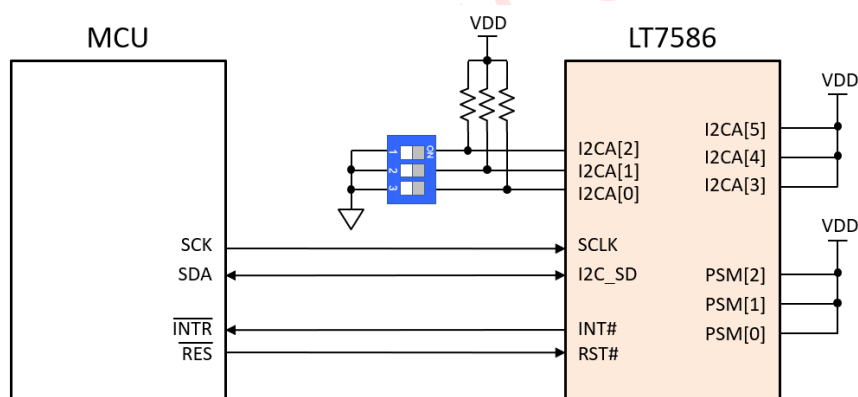

图 5-14：MCU I2C 串联接口电路图（支持连读模式）
- 连读模式下（引脚 PSM=111b，如图 5-14），以 NACK 结束读取状态。即如果 I2C STSR/DATR 送出的 Data 收到 ACK（ACK=0），会继续读取 Data 直到收到 nACK（ACK=1）响应。